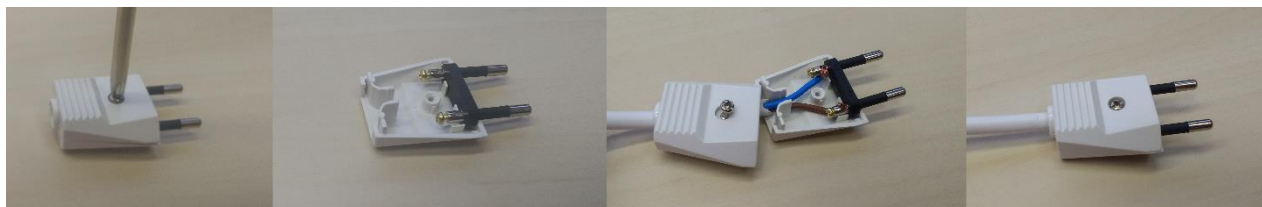

Figura 107. Secuencia de fijación del cable de 2 hilos a un conector tipo C.
- **Instalación Empotrada (E):** Al igual que ocurría con el módulo de potencia **(1 o 4)** descrito en el punto anterior, se puede acceder a la instalación eléctrica de distintas maneras, conectando el cable de alimentación: **a)** directamente al cuadro de protección, y por tanto, a la salida del magnetotérmico, **b)** a la línea en la caja de conexiones más cercana empleando para ello un bornero que cumpla la normativa, o **c)** siempre y cuando el mecanismo lo permita, conectando directamente el cable de alimentación a una base de enchufe hembra cercana.
- **Instalación Superficial (S):** El módulo de bypass **(2)** se conecta siguiendo los pasos descritos para el caso del módulo de potencia **(1 o 4)** en superficie (fases 4-7), teniendo en cuenta que su cable de alimentación no cuenta con toma de tierra, por lo que se podrán emplear clavijas macho tipo C o tipo F (Figura 107).